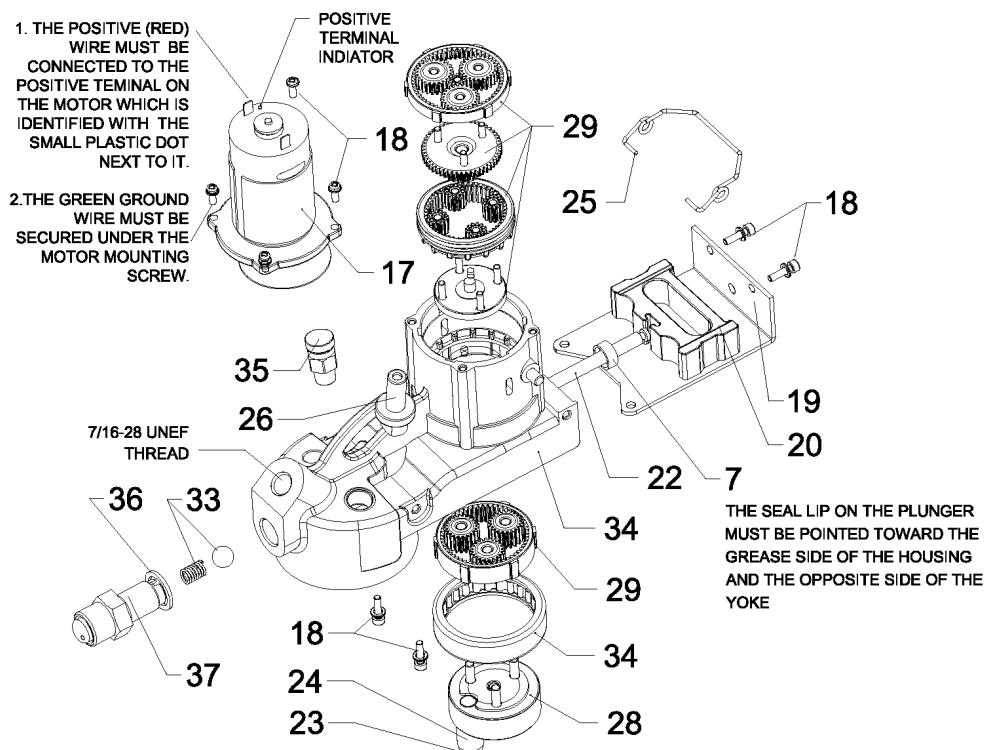

Figura 7
- 1) Retire la varilla del seguidor de la tapa del conjunto de tubo de engrase y engáncela al seguidor girando el asa del mismo. Haga fuerza sobre el asa del seguidor mientras sujetla la válvula de ventilación 23 (Figura 7).